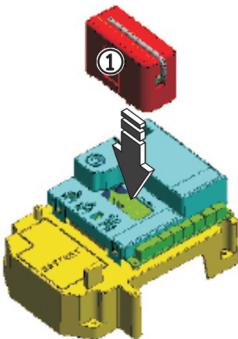

Fig. 3
El equipo electrónico está provisto de un sistema de descodificación bicanal integrado. Este sistema permite memorizar, mediante un módulo receptor adicional (Fig. 3 ref. ①) y radiomandos de la misma frecuencia, tanto la apertura total (OPEN A) como la apertura parcial (OPEN B) de la automación.